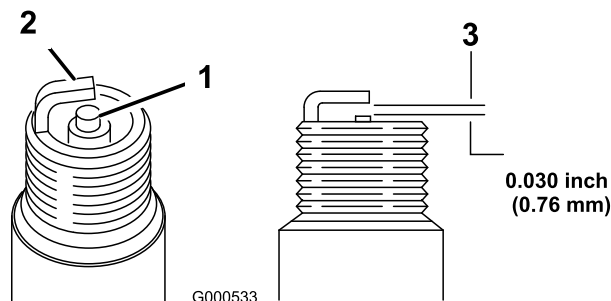

Figura 24
5. Ajuste el espacio entre los electrodos a 0.76 mm (0.030"); consulte Figura 24.